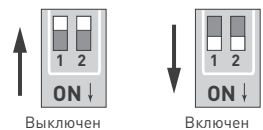

Рис. 3. DIP-переключатели терминатора
- 3.8. Для согласования шины DMX на последнем декодере в линии включите терминатор (см. рис. 3). На остальных декодерах, подключенных к шине, терминатор должен быть выключен.